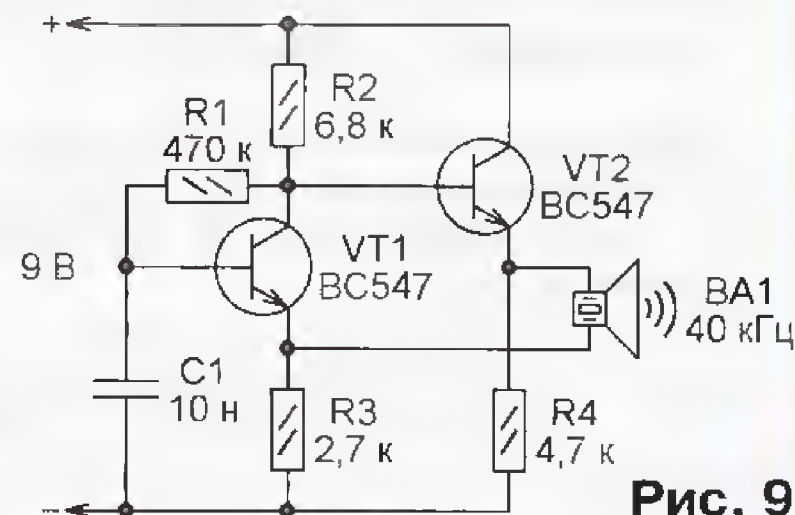

Рис. 9
**Простой ультразвуковой генератор** (рис. 9 <<http://www.electronicshobby.com/electronicshobby/lab/freecircuitslist.asp?id=389&title=Ultrasonic%20Proximity%20Detector>>), автор — G. Pradeep. Генерация происходит на